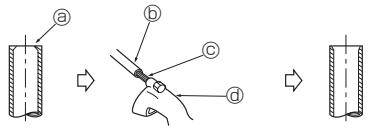

Fig. 5-4
5.2.2. Отстраняване на стружките (Fig. 5-4)